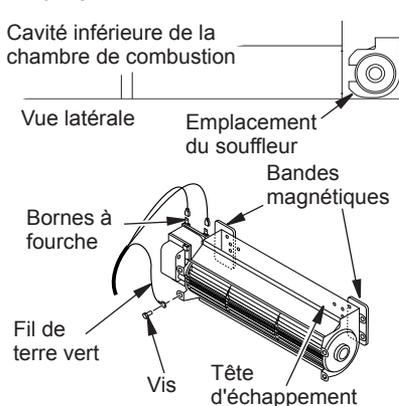

Figure 26 - Modèle de souffleur BK
1. Raccordez le cordon électrique au moteur du souffleur en poussant fermement les deux bornes femelles à la fin du cordon sur les deux bornes à fourche sur le moteur du souffleur (voir figure 26).
2. Raccordez le fil vert de terre du cordon électrique au boîtier du souffleur avec les vis fournies (voir figure 26). Serrez bien les vis.
3. Placez le souffleur contre la paroi inférieure arrière du boîtier externe de la chambre de combustion avec la tête d'échappement vers le haut. Le souffleur s'encastrent dans l'ouverture arrière et sera tenu en place contre la paroi arrière par des aimants (voir figure 26).